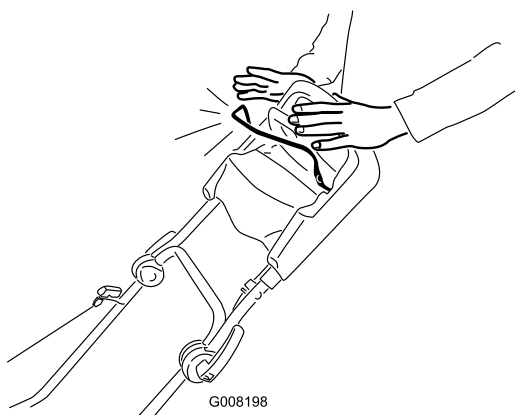

Figura 18
1. Rilasciate la barra di comando della lama (Figura 18).